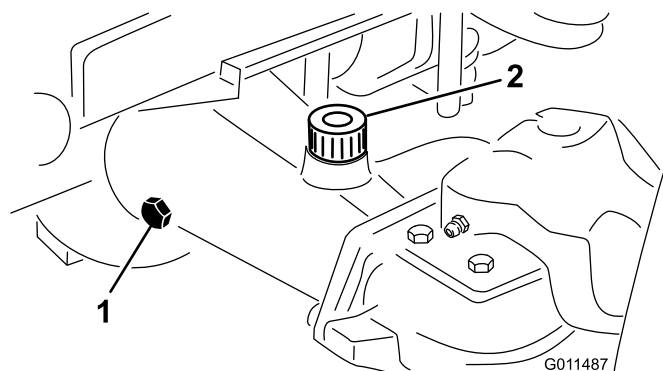

Рисунок 64
2. Снимите контрольную пробку с одного конца моста и убедитесь, что масло доходит до нижнего края отверстия (Рисунок 64).